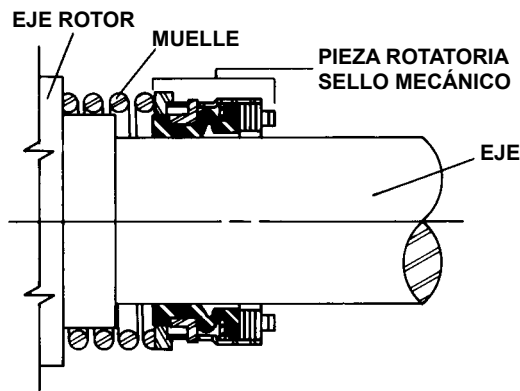

FIGURA 13
4. Coloque el muelle del sello en el eje contra el centro del rotor. Ver figura 13.